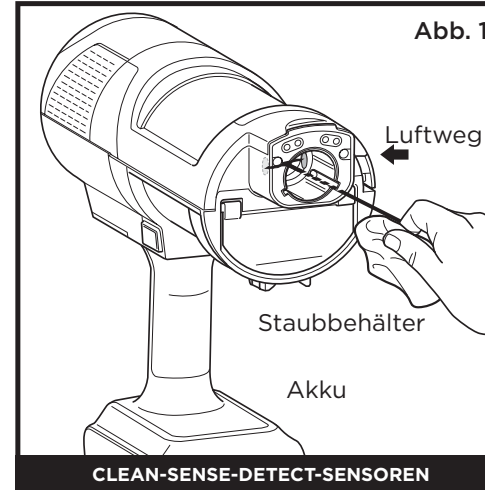

Abb. 1
Reinigen der Sensoren (Abb. 1):
2. Suchen Sie den DirtDetect-Sensor in der Düse des Handstaubsaugers (Abb. 1), den LightReact-Sensor oben auf der Düse (Abb. 2) und den EdgeMax-Sensor an der Seite der Düse (Abb. 3).